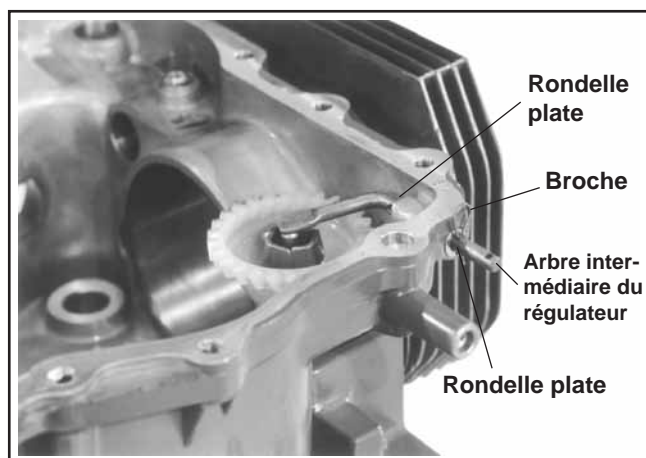

Figure 11-3. Installation de l'arbre intermédiaire.
4. Installer une rondelle plate à l'arbre intermédiaire et insérer l'arbre intermédiaire (depuis l'intérieur du carter) à travers le carter et le joint d'huile. Voir la figure 11-3.